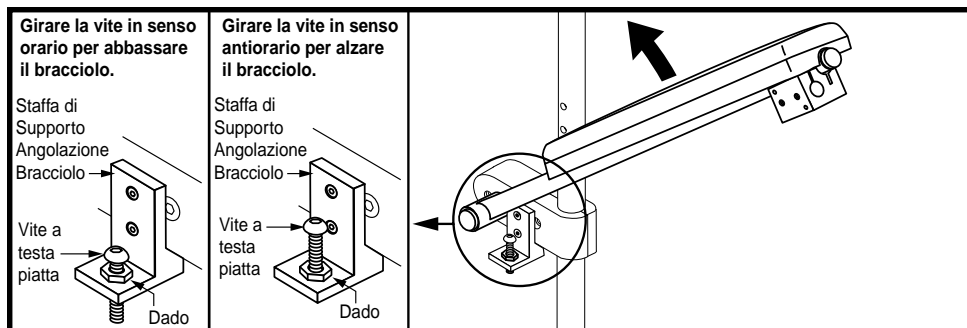

Figura 10. Regolazione angolo bracciolo pieghevole
2. Allentare il dado che si trova sulle staffe di supporto dell'angolazione del bracciolo. Vedere figura 10.
3. Allentare o stringere la vite a testa piatta che si trova sulla staffa di supporto dell'angolazione del bracciolo. Allentando la vite si aumenta l'angolazione del bracciolo; stringendo la vite si riduce l'angolazione del bracciolo. Vedere figura 10.
4. Dopo avere posizionato la vite sull'angolazione idonea, stringere il dado. Vedere figura 10.
3. Rimuovere la vite a testa piatta e il dado dalla staffa di supporto dell'angolazione del bracciolo. Vedere figura 10.
9. Reinstallare e stringere la vite a testa bullonata sulla staffa di supporto dell'angolazione del bracciolo, quindi stringere il dado. Vedere figura 10.